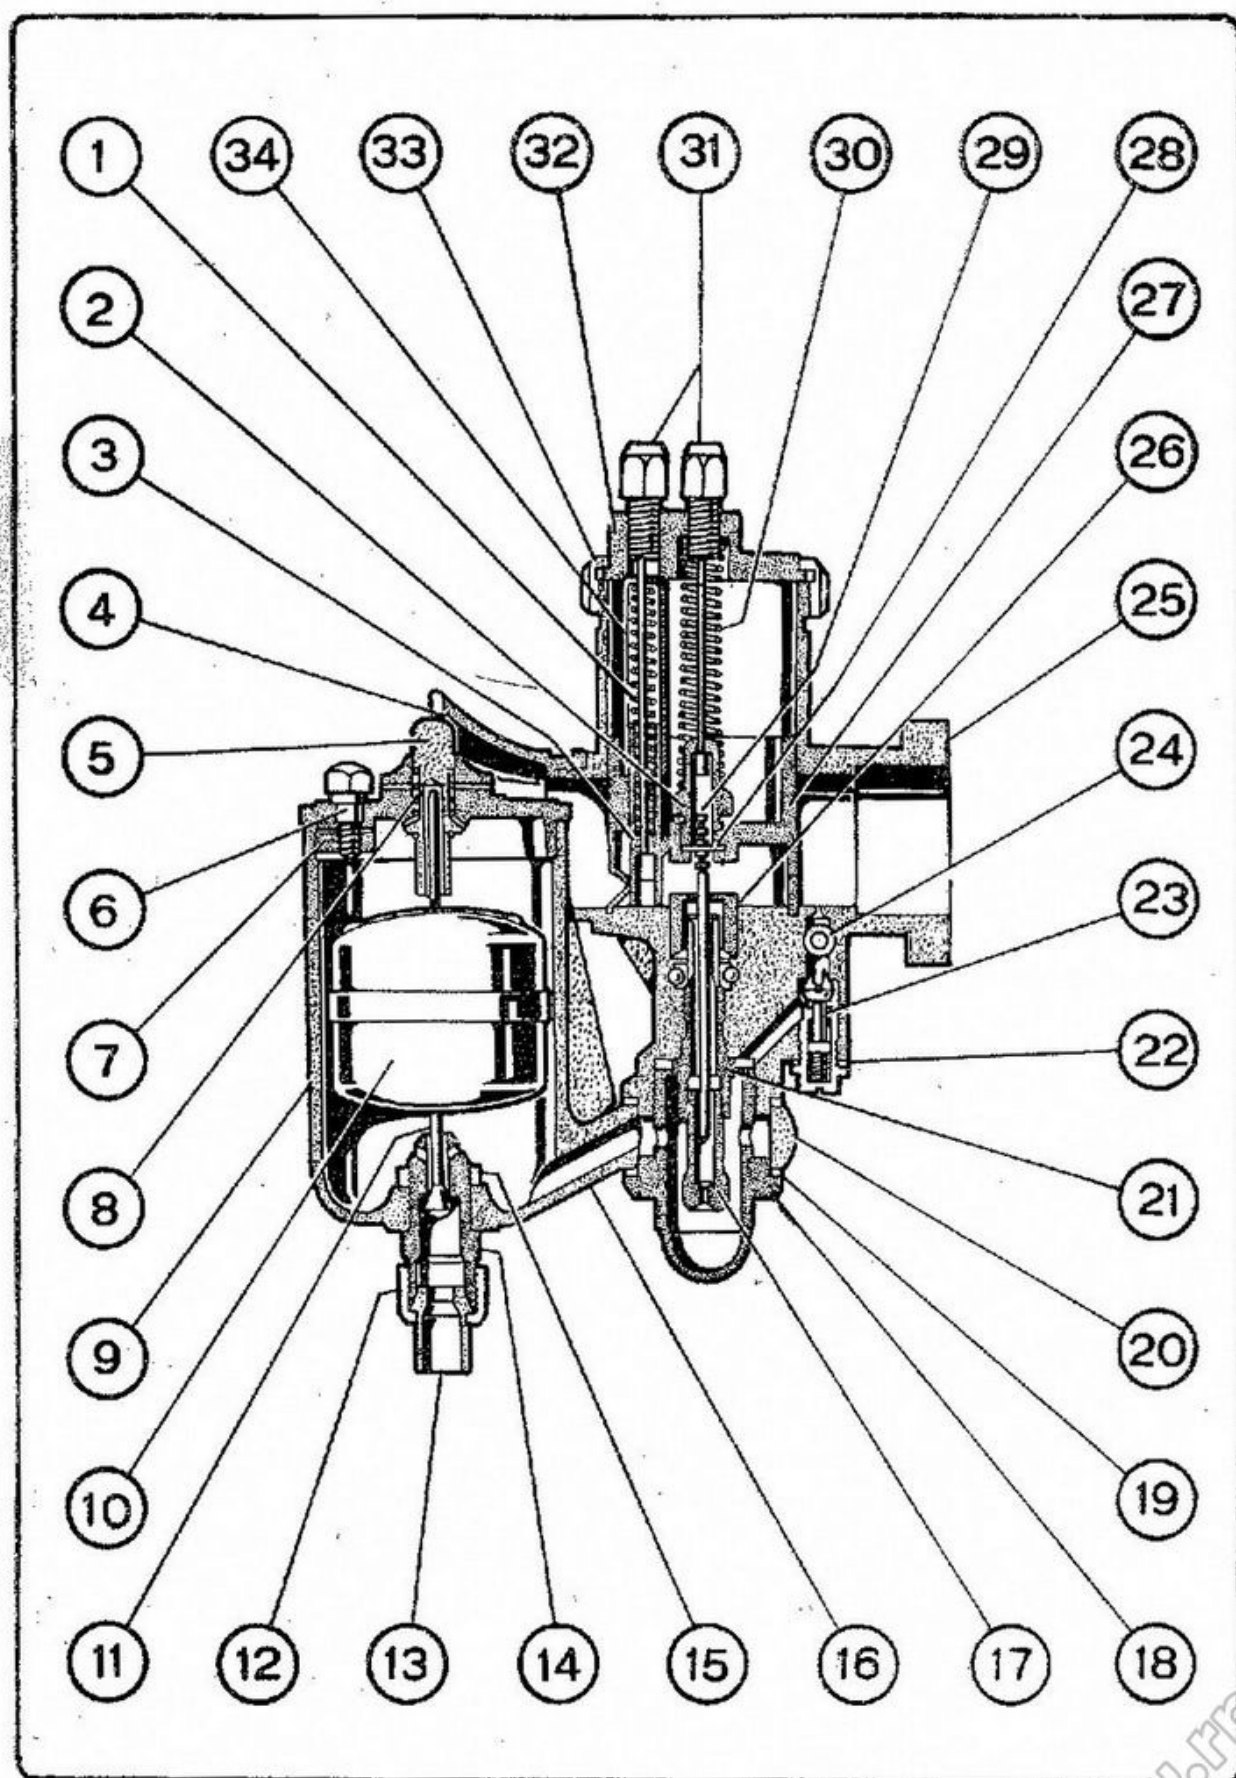

FIG. 9
3) *Regolazione del carburatore* (vedi fig. 9).
IL CARBURATORE DELL'ORTO (vedi fig. 9)